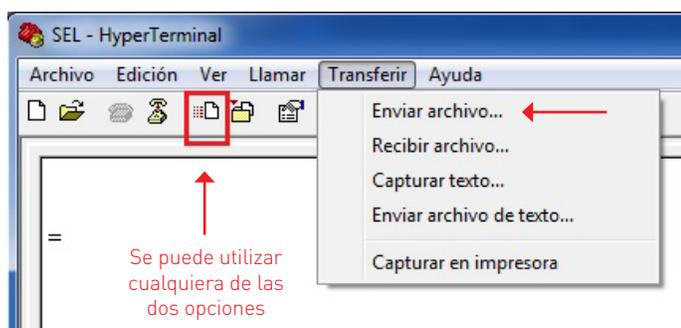

Figura 2. Enviar el nuevo firmware
c) Para enviar el nuevo firmware seleccione Transfer y Send File en la barra de comandos de HyperTerminal, tal y como se indica en la Figura 2.